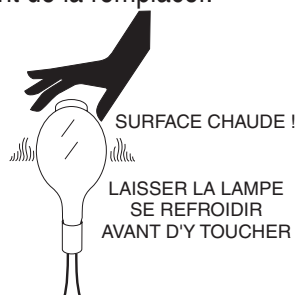

Figure 35. Surface de lampe chaude
1. Laisser la lampe se refroidir pour 15 à 20 minutes (Figure 35) avant de la remplacer.